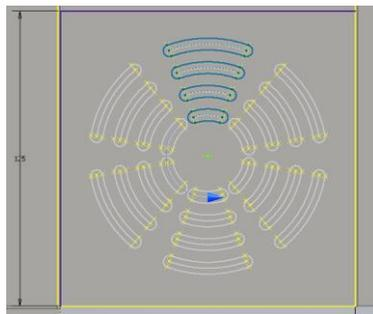

Ilustración 402. Patrón circular sobre parte superior de la pestaña 1 de la Pieza 3 V. Cubierta de ordenador.
- Genere ranuras y elimine las líneas sobrantes hasta obtener el boceto de la *Ilustración 402*.